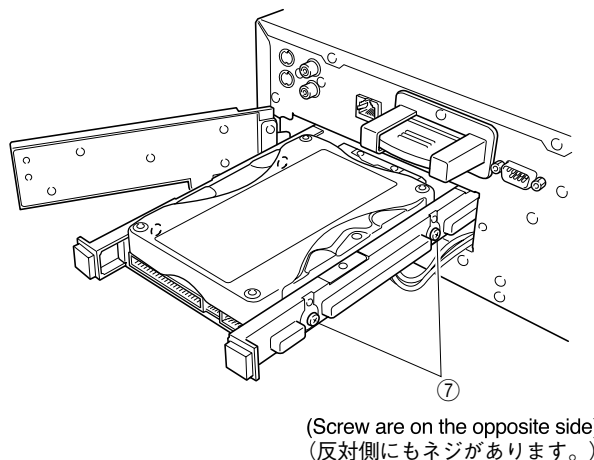

Fig. 9
## c. Pull out the HDD Tray. (Fig. 9)
## d. Loosen 4 screws (⑦) and then remove the HDD. (Fig. 9)
## c. HDDトレイを引き出します。(Fig. 9)
## d. ⑦のネジ4本をゆるめ、HDDを取り外します。(Fig. 9)
- f. Install a new HDD on the Tray using 4 screws (⑦). (Fig. 9)
- f. 新しいHDDをトレイに置き、⑦のネジ4本で固定します。(Fig. 9)